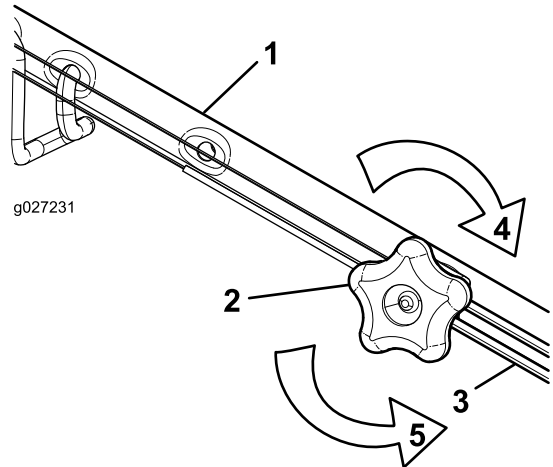

Bild 45
1. Drehen Sie das Handrad nach links, um die Zueinstellung zu lösen (Bild 45).
2. Stellen Sie die Spannung des Zugs (Bild 45) ein, indem Sie ihn zurückziehen oder nach vorne drücken und dann in dieser Stellung arretieren.